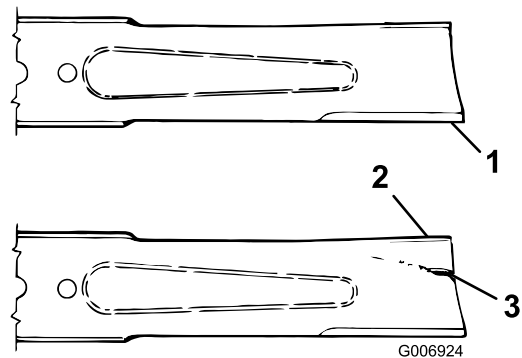

图75
3. 仔细检查刀片的剪草端特别是刀片平面和曲面交接的部分 (图75)。如果看到出现磨损 (图75) 请更换刀片请参阅 拆下刀盘刀片 \(页码 52\)。